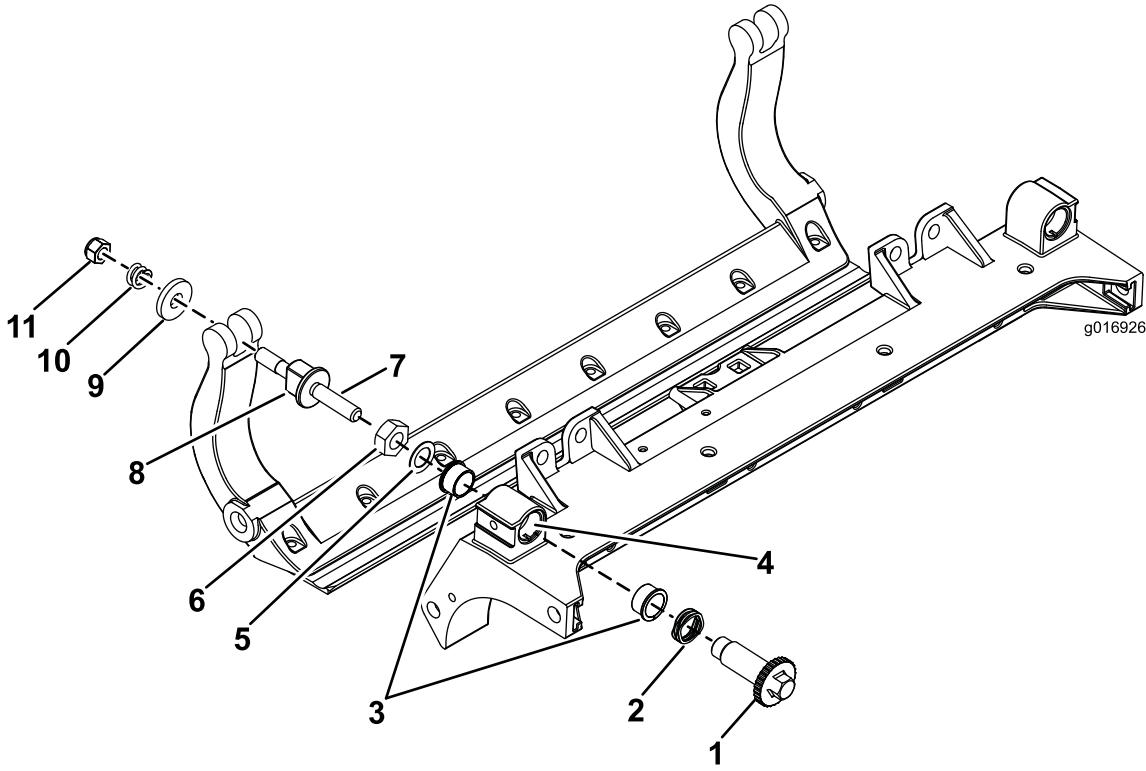

图36
- 拆除所有零件请参阅 HD DPA 套件型号 120-7230 安装说明和图36。
- 将防粘剂涂抹到滚刀组承载架的轴套区内侧图36。
- 将凸缘轴套上的键与机架的槽对准然后安装轴套图36。
- 将一个波形垫圈安装到调节器轴上然后调节器轴滑入滚刀组机架中的凸缘轴套内图36。
- 使用扁平垫圈和锁紧螺母固定调节器轴 图36。上紧锁紧螺母扭矩至 2027N·m。
注意 将尼龙垫圈放在侧板凸起的两侧。在两个尼龙垫圈的外侧各放一个钢垫圈 图36。